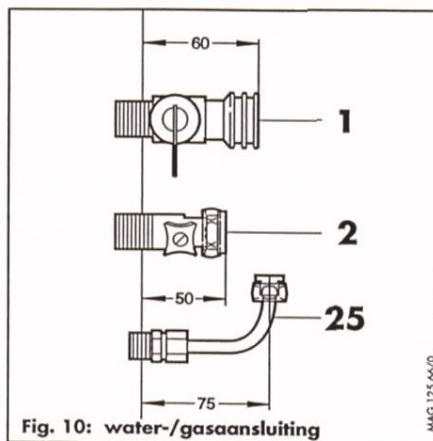

Fig. 10: water-/gasaansluiting
In de situatie waarbij de wateraansluiting met een 1/2" binnendraad in de wand is verwerkt moet de bij het toestel meegeleverde rechte waterstopkraan (2) worden gemonteerd volgens fig. 10. In de situatie waarbij de waterleiding op de wand wordt geïnstalleerd, moet gebruik worden gemaakt van een haakse waterstopkraan met een 1/2" buitendraad aansluiting. Hiermee wordt voorkomen dat het toestel te ver van de wand af komt te zitten en dan niet kan worden bevestigd. Voor het aansluiten van het tweede warmwatertappunt is een aansluitstuk of stopkraan verkrijgbaar. De haakse waterstopkraan, het aansluitstuk of stopkraan kunnen resp. onder nummer 95-0038, 95-0071 of 0326 worden besteld bij de afdeling Onderdelen Service van Vaillant B.V. in Amsterdam.
Voor het aansluiten van de gasleiding wordt er alleen bij het aardgastoestel (MAG 135/11 XZ-DG) een haakse gasstopkraan meegeleverd. Deze gasstopkraan met een 1/2" buitendraad is alleen geschikt voor installatie van de gasleiding op de wand. In de enkele gevallen waarbij ook de gasleiding in de wand is verwerkt moet het toestel worden aangesloten met een rechte gasstopkraan (1) volgens fig. 10.